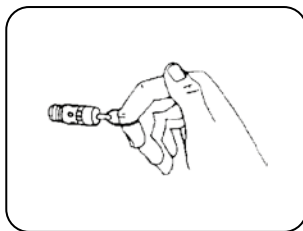

FIGURA 8.2
11. Verifique o funcionamento do purgador manual ou automático (Figura 8.2) (ajuste dos botões de tempo no purgador ou ajuste dos parâmetros P100 e P101, conforme a versão do produto).
- Verifique o funcionamento da válvula de segurança (Figura 8.2);